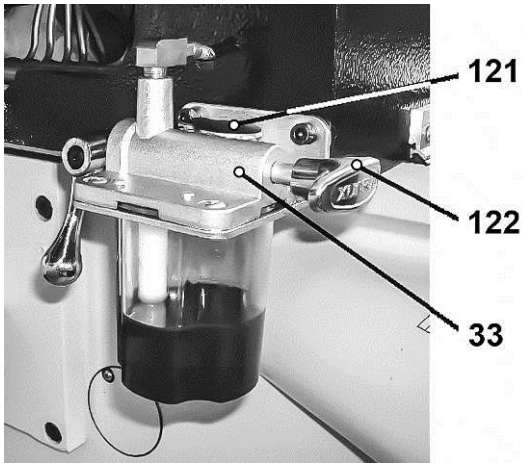

Рис. 49
11.8. Постоянно следите за уровнем масла в насосе ручной подачи (33) через смотровое окно (Рис. 49). При необходимости оттяните ручку насоса (122) добавьте в